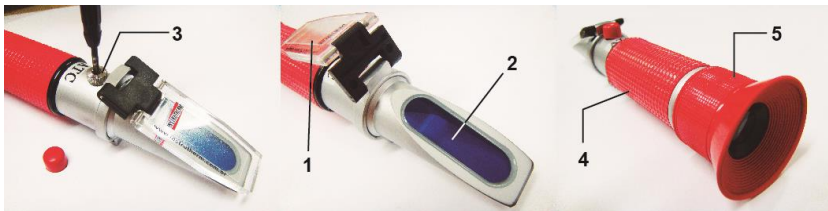

Fig. 1
1. Aponte o prisma do Refratômetro para a luz, e ajuste o anel de foco (item 5, fig.1) até o retículo ser visto nitidamente.
Abra a cobertura do prisma (item 2,fig.1), coloque duas gotas de água destilada no mesmo. Concluindo, baixe a cobertura do prisma. Feito isto, ajuste o parafuso de correção (item 3, fig.1) para se ter a marca de luz/sombra e o limite coincidir com a linha de "0".